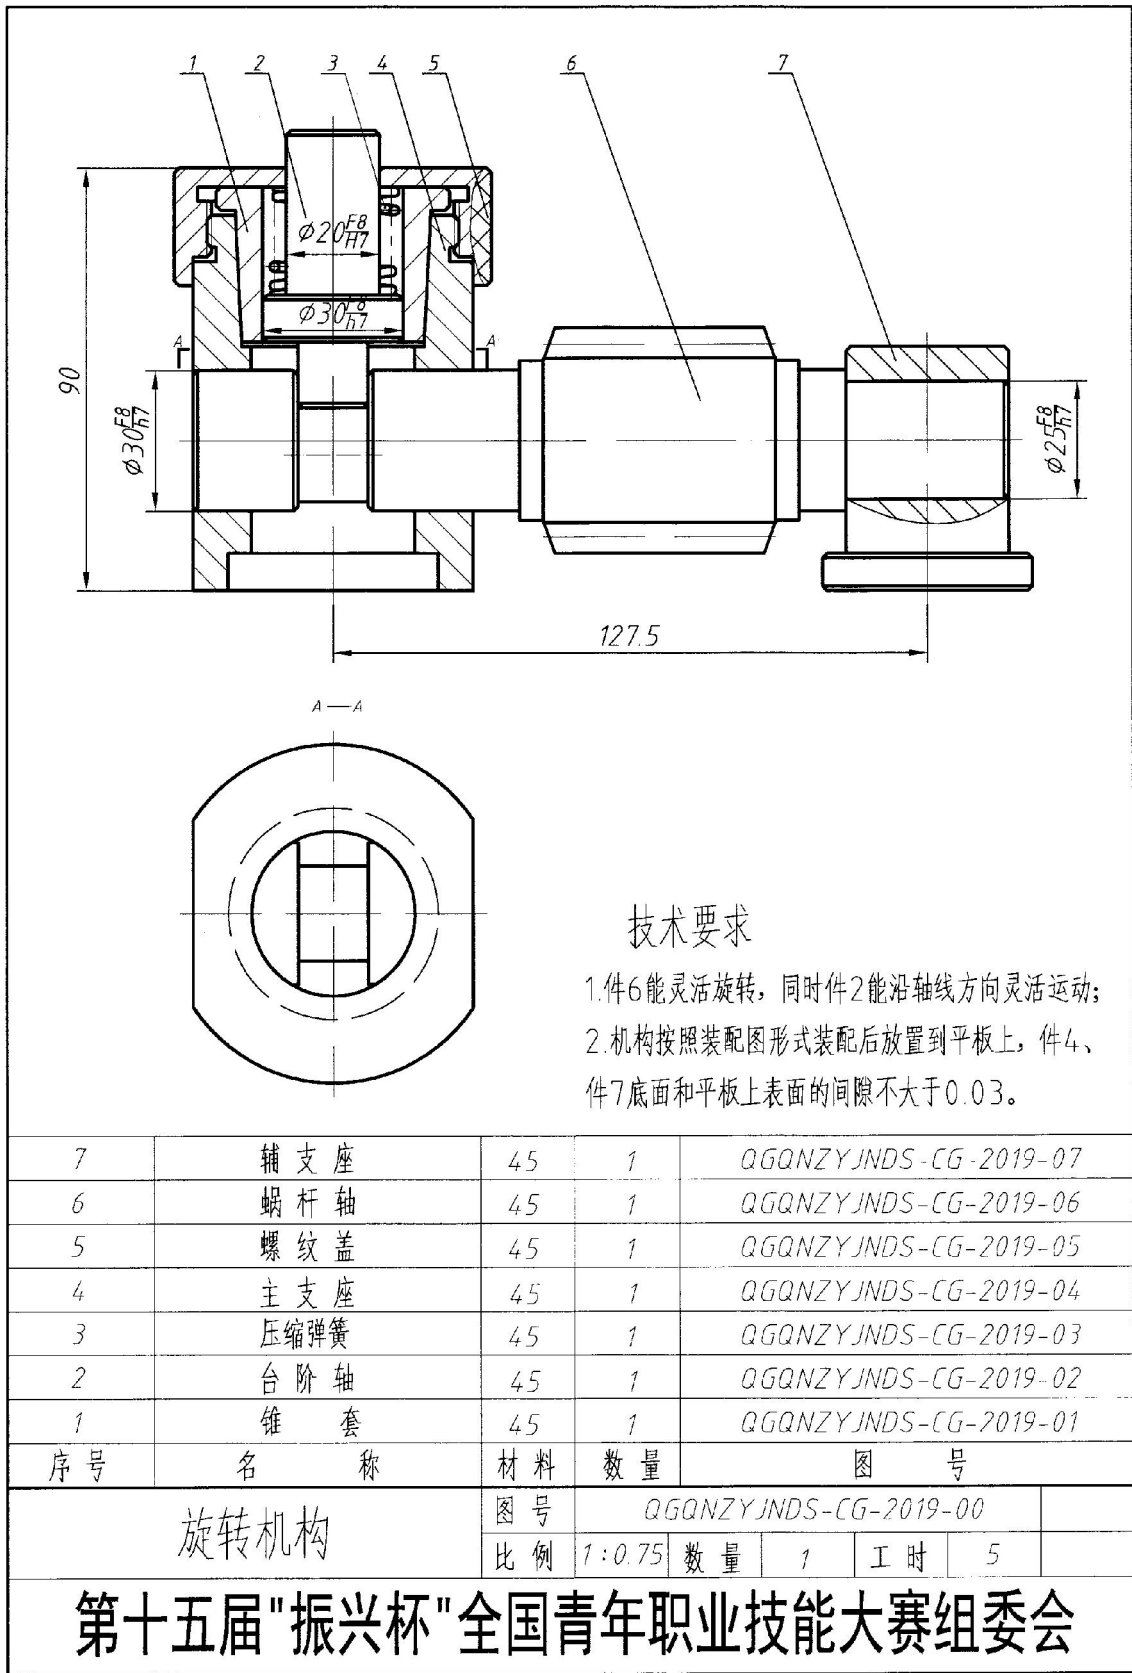

图1. 旋转机构装配示意图
1) 完成组合件加工并按装配图进行装配，保证相关技术要求，装配示意图见图 1。具体尺寸及相关技术要求现场发布。